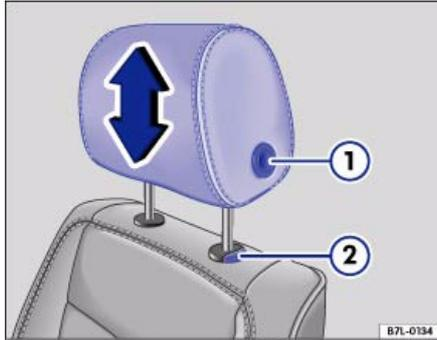

Abb. 54 Äußere Kopfstütze einstellen oder ausbauen
- Um die Kopfstütze ganz nach unten stellen zu können, müssen Sie die seitliche Taste ⇒ Abb. 54 ① in der Kopfstütze gedrückt halten.
Abhängig von der Modellausführung kann die mittlere Kopfstütze auch in gleicher Ausführung und Form wie die äußeren Kopfstützen ⇒ Seite 82, Abb. 54 vorhanden sein.